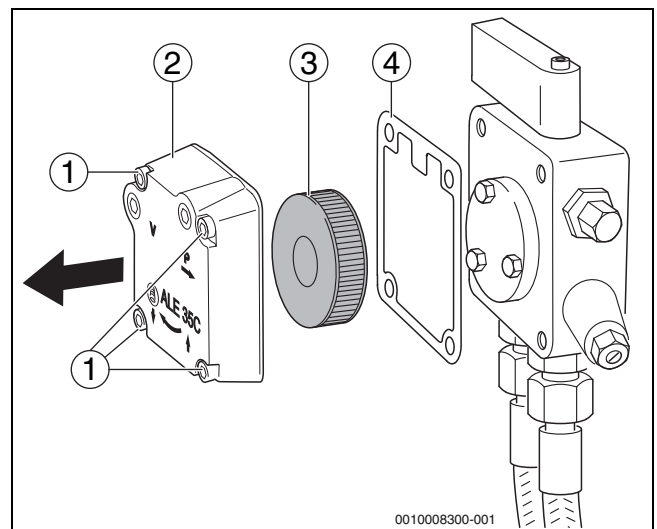

Bild 30 Ölumpenfilter prüfen – Ölumpen Suntec
- ▶ Die vier Innensechskantschrauben (→Bild 30, [1]) lösen.
- ▶ Gehäusedeckel (→Bild 30, [2]) abnehmen.
- ▶ Ölumpenfilter (→Bild 30, [3]) herausnehmen.
- ▶ Dichtung (→Bild 30, [4]) auf Beschädigung prüfen und gegebenenfalls austauschen.
- ▶ Ölumpenfilter (→Bild 30, [3]) mit Waschbenzin reinigen, gegebenenfalls austauschen und wieder in die Ölumpen einbauen.